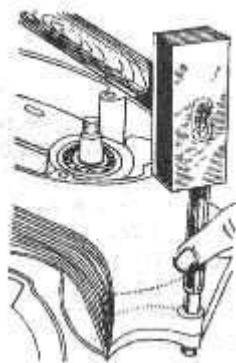
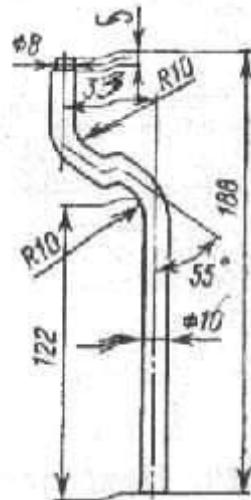

Рис. 86. Выбивание установочных втулок из картера.
Рис. 87. Выколотка направляющих втулок картера
9. Выбить выколоткой две направляющие (установочные) втулки (рис. 86 и рис. 87), расположенные в передней и задней частях картера до выхода их из левой половины картера.